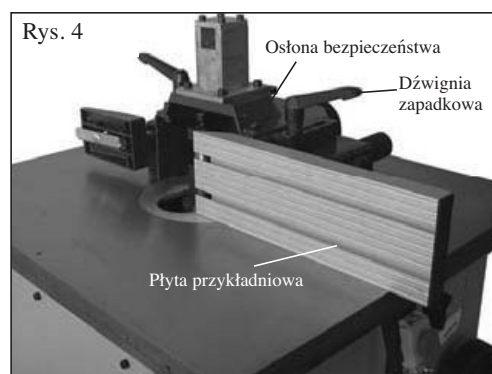

Rys. 3
2. Założyć narzędzie frezujące na trzpień z użyciem pierścieni dystansujących, a następnie docisnąć kołnierzem końcowym za pomocą śruby z łbem walcowym z gniazdem sześciokątnym M12x25. Patrz rys. 3.